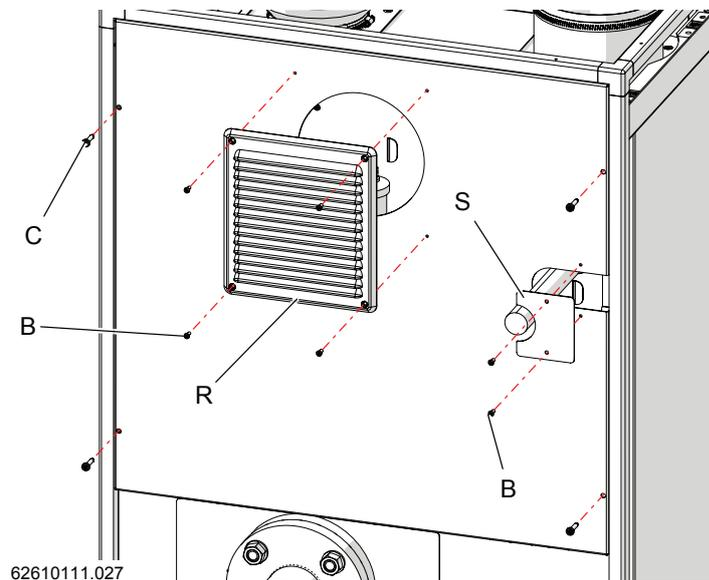
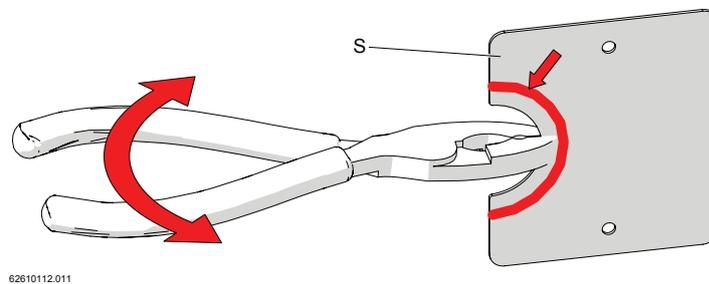
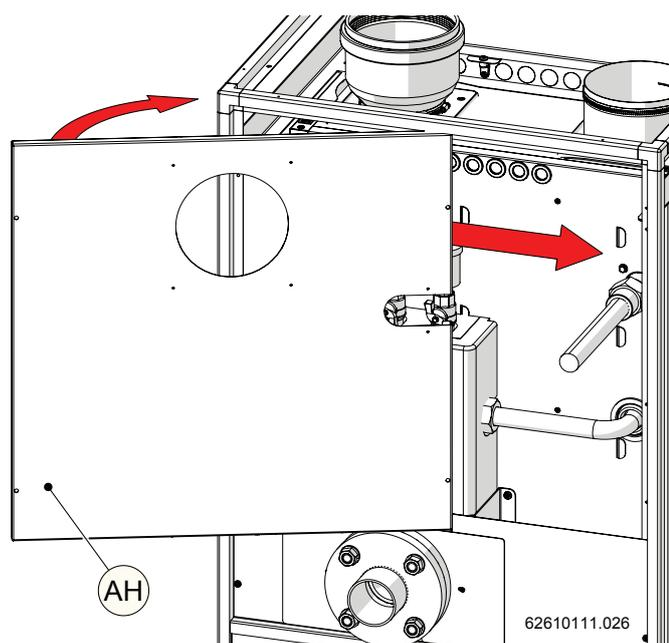

Figura 5-79
Figura 5-80
Figura 5-78
13.-inserire la copertura "AH" nel verso mostrato in Figura 5-78, fissandola alla struttura tramite le viti "C" (Figura 5-79). Applicare, successivamente, la grata antipiooggia "R" e la lamiera "S" (rimuovendo il pretrancio presente, come indicato in Figura 5-80); fissando entrambe con le viti "B" (Figura 5-79);